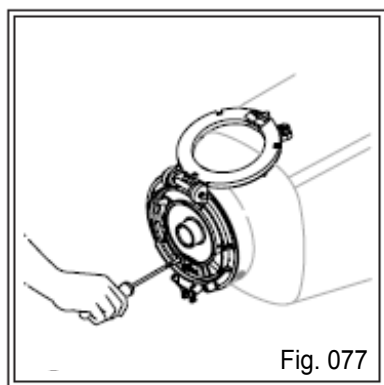
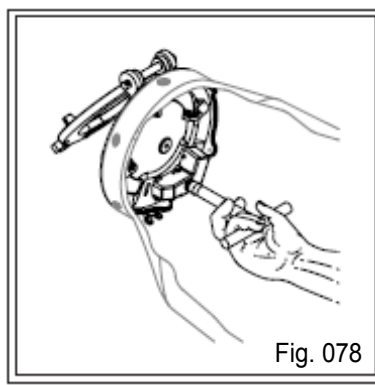

Fig. 077
Fig. 078
- solte o parafuso que prende a caixa distribuidora de sementes utilizando uma chave de fenda (Fig. 077) e uma chave passante para retirar a porca (Fig. 078);